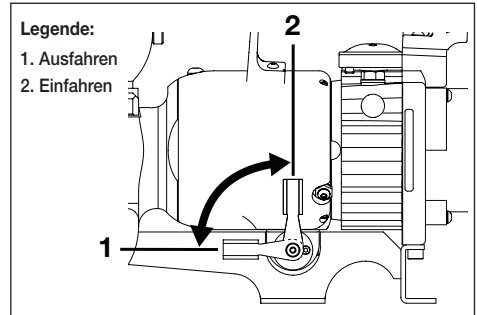

Abbildung 5, Positionen des Richtungshebels
Der Richtungshebel befindet sich an der linken Seite des Werkzeugs. Die Hebelposition bestimmt die Bewegungsrichtung des Kolbens, sobald das Schneidgerät in Betrieb ist. Siehe Abbildung 5.
4. Stellen Sie sicher, dass der Richtungshebel in Ausfahrposition (Position 1) steht. Siehe Abbildung 5.
11. Richtungshebel auf Einfahrposition (Position 2) einstellen. Siehe Abbildung 5.